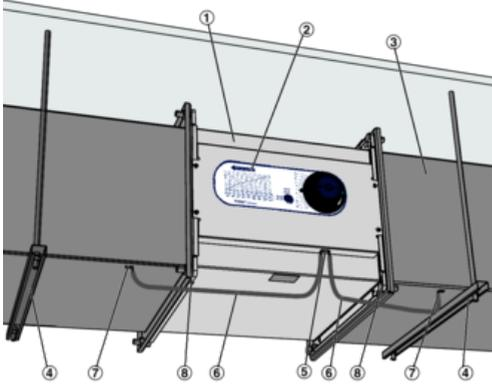

Abb. 10: Montagebeispiel
1. ▶ Abhängungen (Abb. 10/4) am Einbauort vormontieren, dabei beachten, dass der Abstand der Abhängungen ca. $L+100$ mm beträgt.
2. ▶ Luftleitungen (Abb. 10/3) bis zum Einbauort des Regelgerätes vormontieren.
3. ▶ Zwischen den Flanschen, Dichtungen anbringen (Abb. 10/8) ↗ „Dichtband anbringen“ auf Seite 8 (bauseits).
Beim Einbau den Luftrichtungspfeil (Abb. 10/2) beachten.
4. ▶ Regelgerät (Abb. 10/1) mit Schrauben, U-Scheiben und Muttern M10 (Abb. 10/8) verschrauben.
- Verschraubung (Abb. 10/8) erfolgt mit Schrauben und Scheiben M8;
7. ▶ Potentialausgleich (Abb. 10/6) mit Masseband und Flachstecker (Abb. 10/5) herstellen.
Masseband mit Bohrschraube (Abb. 10/7) an Luftleitung befestigen.